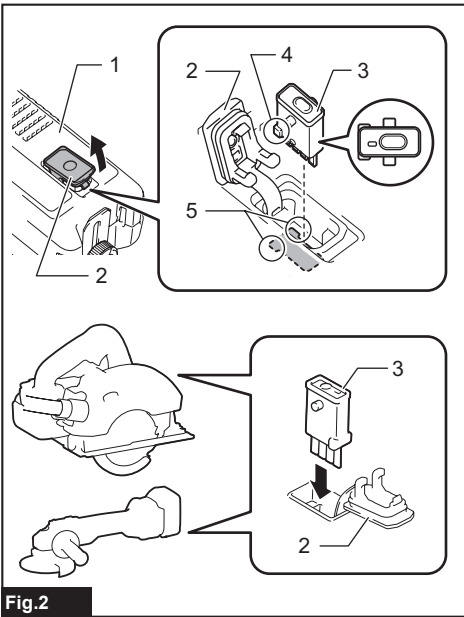

Fig. 2
► Fig.2: 1. Adaptor 2. Lid 3. Wireless unit